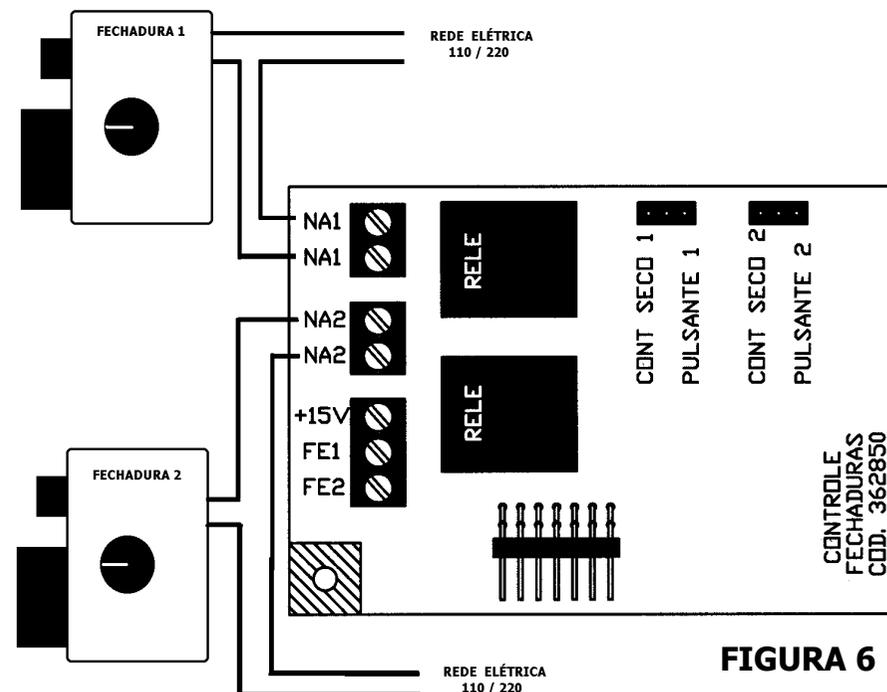

FIGURA 6
- 2) Retire a placa de fechaduras e configure os jumpers J1 (fechadura 1) e J2 (fechadura 2) para a posição "S" (contato seco) **figura 6**;
3) Efetue a ligação dos fios nos bornes **COM A REDE ELÉTRICA DESLIGADA** conforme a **figura 6**: